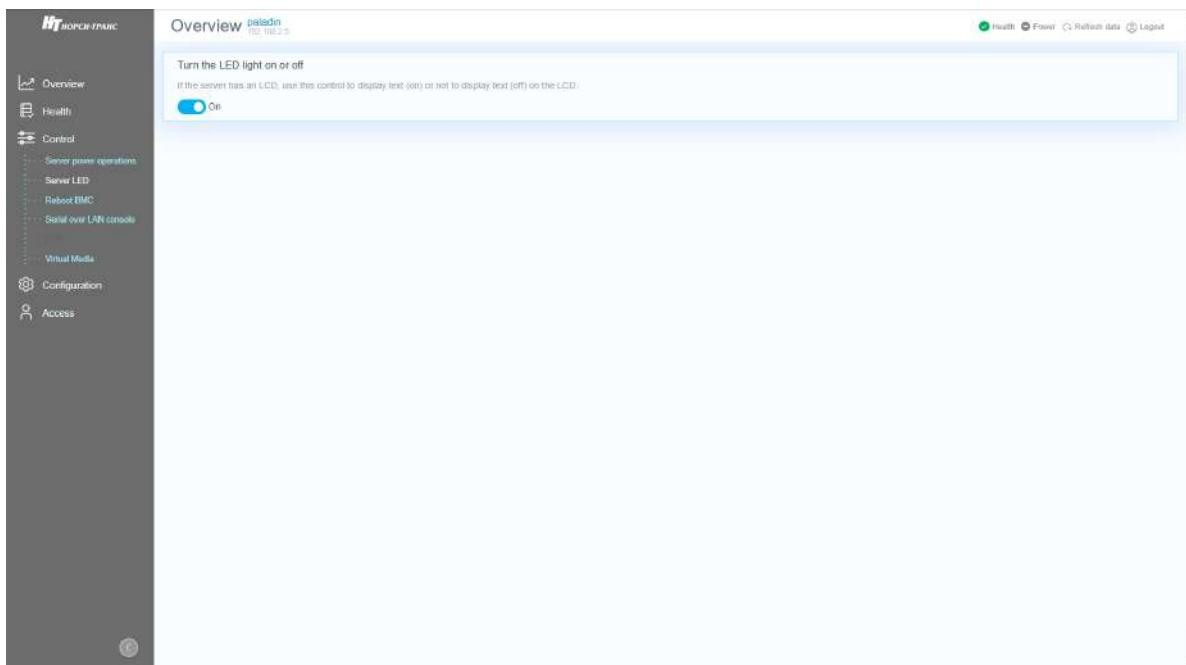

Рис. 73. Окно «Server LED»
- 3) Пройдите во вкладку «Control» → «Server LED» в данной вкладке осуществляется управление светодиодом идентификации сервера в серверной стойке. В поле «Turn the LED light on or off» установите переключатель в активное положение чтобы включить светодиод индикации сервера. Okno показано на рис. 73 Okno «Server LED»